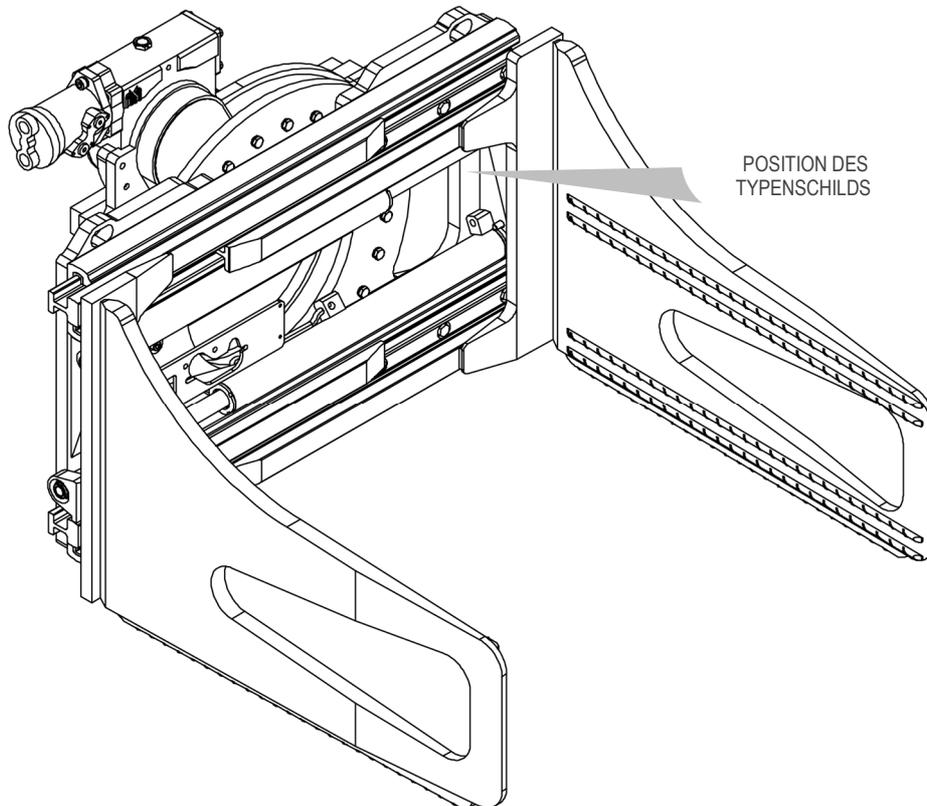

Abbildung 1
Alle Geräte A.T.I.B. – „360°-DREHGREIFER FÜR BALLEN MIT SCHMALEN BACKEN TYP 301.474.131“ werden durch ein Klebeschild (siehe *Tabelle 1*) am Gerät gekennzeichnet (die Position des Typenschilds kann je nach Gerät variieren, siehe *Abbildung 1*). Achten Sie immer auf die Seriennummer.
5. Verwenden Sie für die Handhabung Riemen oder Ketten, die entsprechend dem auf dem Typenschild angegebenen Gewicht des Geräts bemessen sind (siehe *Abbildung 1* und *Tabelle 1* auf Seite 6).
10. Schließen Sie den Hydraulikkreislauf an und stellen Sie sicher, dass der Betriebsdruck der Rohrleitungen höher oder gleich dem auf dem Typenschild angegebenen ist (siehe *Abbildung 1* und *Tabelle 1* auf Seite 6).
6. Verwenden Sie für die Handhabung Riemen oder Ketten, die entsprechend dem auf dem Typenschild angegebenen Gewicht des Geräts bemessen sind (siehe *Abbildung 1* und *Tabelle 1* auf Seite 6).